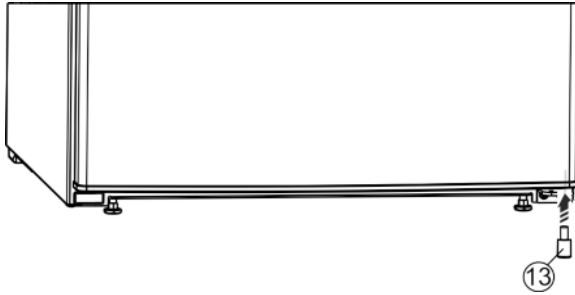

Fig. 10
- ▶ Distanční vložku Fig. 10 (13) opět vsadte vpravo dole do dveří; je důležitá pro stabilitu přístroje.